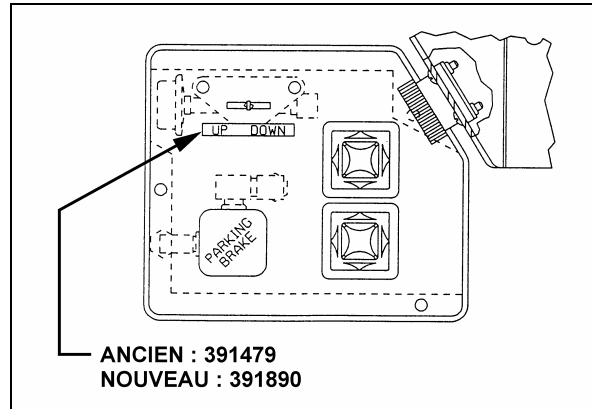

FIGURE 4 : NOUVELLE ÉTIQUETTE AUTOCOLLANTE
7. Dans la section du conducteur, changer l'étiquette autocollante (Prévost #391890) située sur le panneau de la console gauche (voir la figure 4).